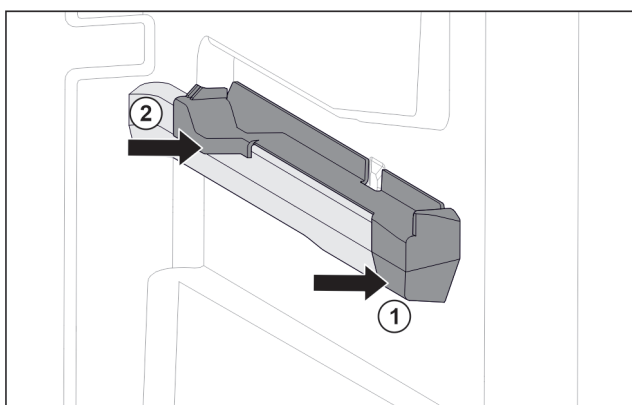

Fig. 104 Aufsteckteil auf der rechten Behälterrippe
- Aufsteckteil vorne an Behälterrippe ansetzen. Fig. 104 (1)
- Aufsteckteil hinten andrücken. Fig. 104 (2)